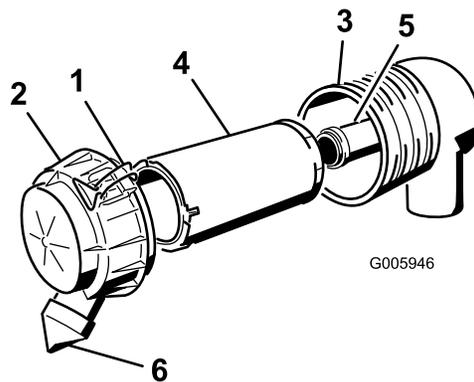

Рисунок 29
3. Освободите защелки воздухоочистителя и отделите крышку от корпуса воздухоочистителя (Рисунок 29).
- Осторожно извлеките фильтр грубой очистки из корпуса воздухоочистителя (Рисунок 29). Старайтесь не ударить фильтр о боковую поверхность корпуса.
- При замене контрольного фильтра будьте осторожны, вставляя новый фильтр в корпус фильтра (Рисунок 29).
- Осторожно вставьте фильтр грубой очистки поверх контрольного фильтра (Рисунок 29). Убедитесь в том, что он полностью встал на место, надавливая на внешний обод фильтра во время его установки.
- Установите крышку воздухоочистителя таким образом, чтобы сторона, обозначенная как UP, была обращена вверх; закрепите защелки (Рисунок 29).